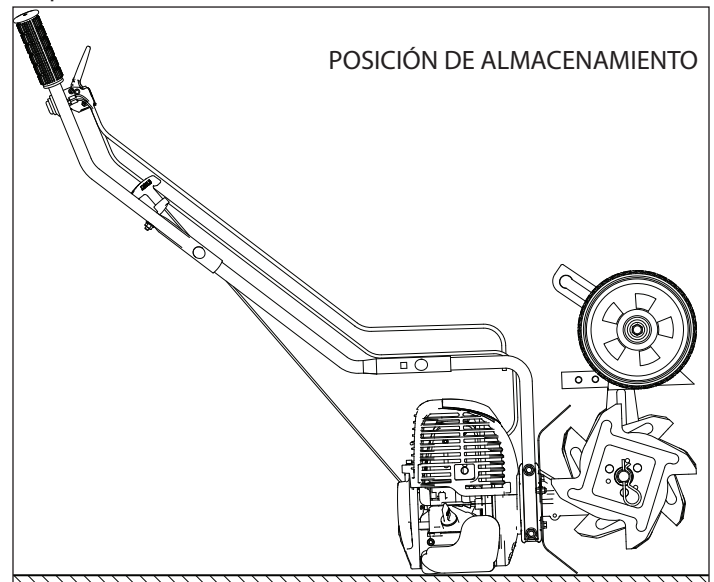

FIGURA 12
3. Almacene el cultivador colocándolo sobre una superficie nivelada, descansando sobre el tanque de combustible y el protector del diente. **CONSULTE LA FIGURA 12**